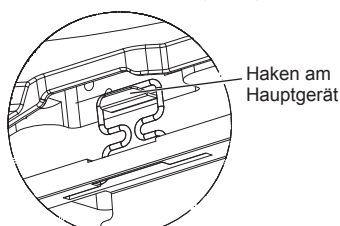

Fig. 5-6
- Nach dem Festziehen der Schraube prüfen, dass die beiden Gitterhaken (Fig. 5-6) in den Haken am Hauptgerät eingearstet sind.